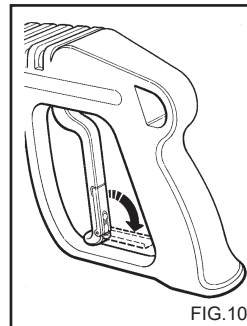

FIG. 10
- Включите защитное устройство (предохранитель) на ручке пистолета, если не будете использовать аппарат (Рис. 10).